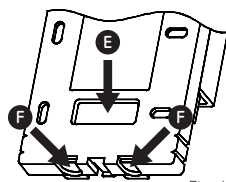

Fig. 4
- **Vanaf de achterkant** : gebruik een schroevendraaier om het element van de basis te verwijderen (E, fig. 4).
- **Vanaf de onderkant van de basis** : gebruik een schroevendraaier om de onderdelen te verwijderen (F, fig. 4).